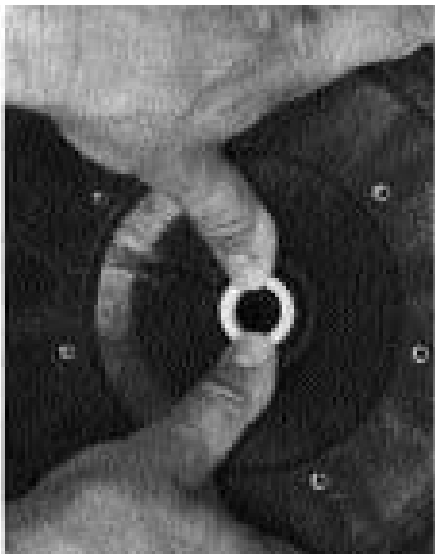

Figure 6
1. Le bague d'étanchéité en céramique doit être propre et débarrassé de toute la saleté, graisse et poussière, etc. Humecter le joint de la coupelle en caoutchouc du siège en céramique avec un peu de détergent liquide; enfoncer fermement le joint dans la cavité et bien le faire reposer avec la pression des doigts (voir la Figure 6).